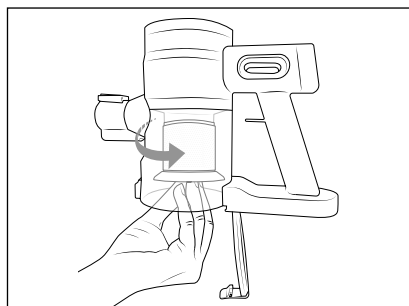

Fig. 15
- 6) Sæt filteret af rustfrit stål **6** og EPA-filteret **5** ind i støvbeholderen **2** igen, og drej EPA-filteret **5** mod urets retning, indtil det sidder fast i støvbeholderen **2** (se fig. 15).